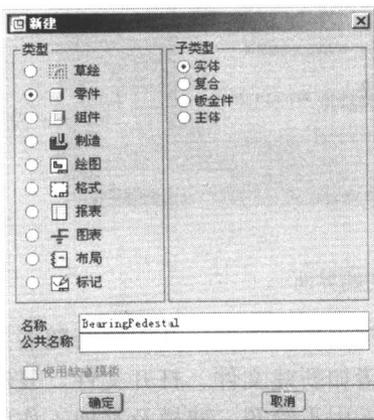

图 2.2 选择将要使用的功能模块
(2) 选择菜单命令“文件”>“新建”，或者单击菜单条下方的  图标，屏幕上会显示出如图 2.2 所示的“新建”功能模块选择窗口。